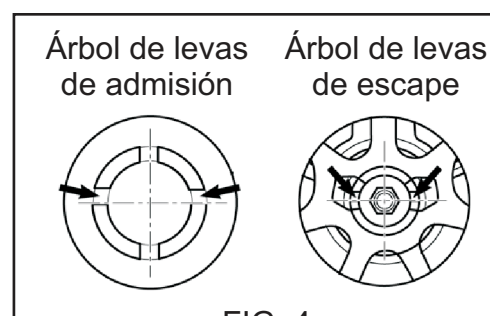

FIG. 4
- 5 Asegurarse de que la posición de la parte trasera de los árboles de levas es la que se muestra en la imagen [FIG. 4].
- 1 Asegurarse de que la posición de la parte trasera de los árboles de levas es la que se muestra en la imagen [FIG. 4].